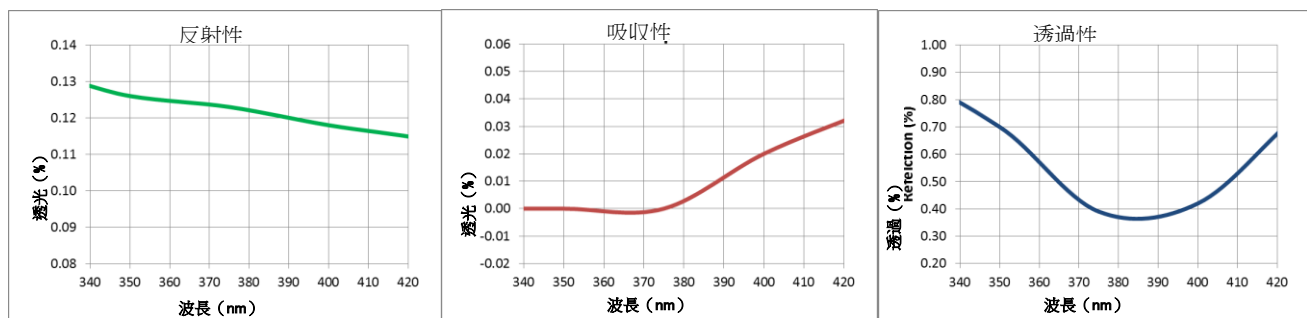

図 2: 基材コーティング光学曲線
Phoseon は、理想的なコーティング（吸収性、反射性および透光性）を備えた 3 種類の基材で、UV LED 硬化時の温度をテストしました。図 2 は、その光学特性を示しています。2つの UV LED 光源、 FireJet™ FJ200-150x20AC-14W-395nm と FireEdge™ FE300-110x10AC-5W-395nm を硬化用光源として使用しました。光源は室温で最大照度で起動し、異なる走査速度で移動しました。基材はさまざまな照射距離 (WD) に配置されました。温度センサーが各基材に取り付けられ、リアルタイムで温度を記録しました。